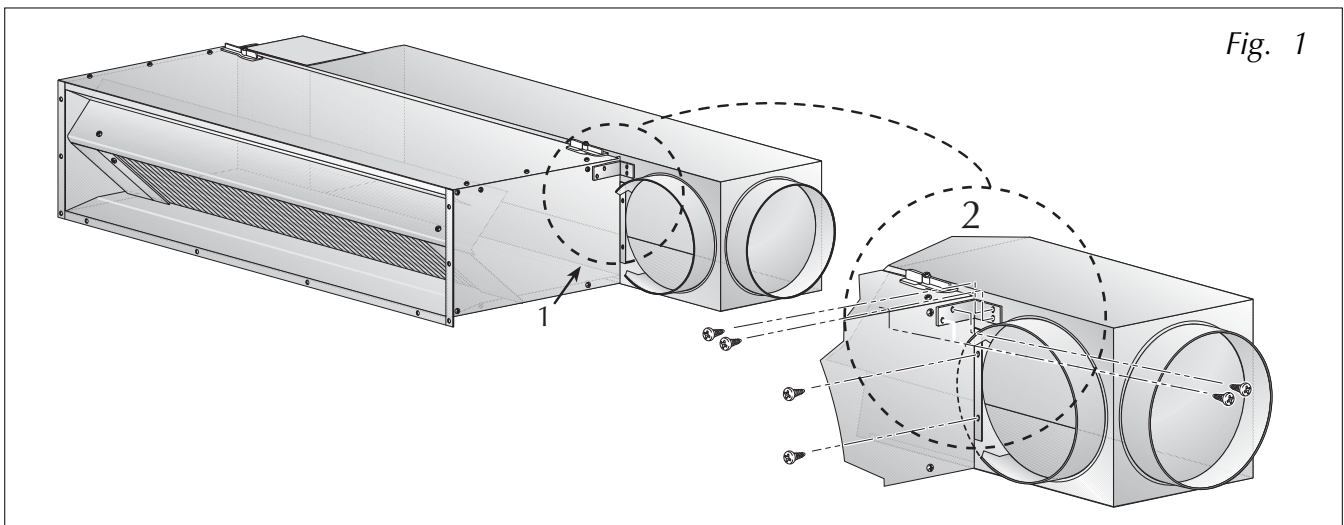

Fig. 1
- fare aderire la guarnizione al lato piegato inferiore del plenum (1 fig 1) per evitare by-pass d'aria nelle zone di accoppiamento con il filtro;
- fissare il plenum al ventilconvettore con le viti di fissaggio e la squadretta in dotazione (2 fig 1);
- ensure adhesion of the washer to the lower folded edge of the plenum (1 fig 1) to avoid air by-passes in the zones of coupling with the filter;
- fix the plenum to the ventilator/convector with the securing screws and bracket provided (2 fig 1);
- Faites adhérer le joint au coté courbé inférieur du plénum (1 fig. 1) pour éviter le passage d'air parmi les zones de contact avec le filtre ;
- Fixez le plénum au ventilo-convecteur avec les vis de fixation et l'équerre fournies (2 fig 1) ;
- *Die Profildichtung an die untere gebogene Seite des Plenums anheften (1 Abb. 1), um die Umleitung der Luft in die Anschlussflächen mit dem Filter zu vermeiden;*
- *Das Plenum an den Gebläsekonvektor mit den Befestigungsschrauben und dem mitgelieferten Winkel befestigen (2 Abb. 1);*